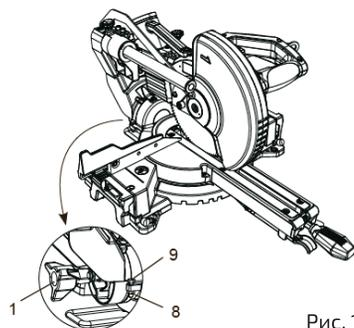

Рис. 13
1. Ослабить ручку блокировки наклона (1) и наклонить режущий блок пилы влево до упора (рис. 13).
3. Если угол отличается от 45° , наклонить режущий блок пилы вправо, ослабить стопорную гайку (8) и ключом на 10 отрегулировать винт (9) требуемый угол наклона.
6. Затянуть ручку блокировки наклона (1) и стопорную гайку (8) по завершении регулировки.